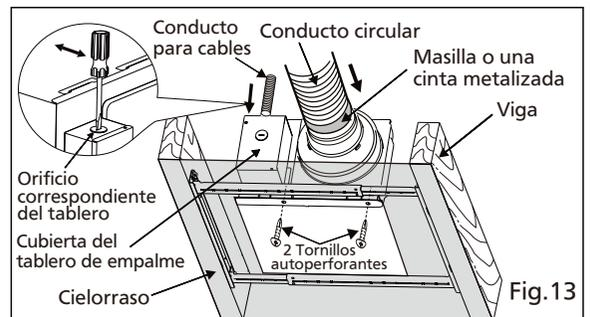

Fig.13
3. Instale el adaptador al soporte Flex-Z Fast™ usando 2 tornillos autopercorantes. (Fig.13)